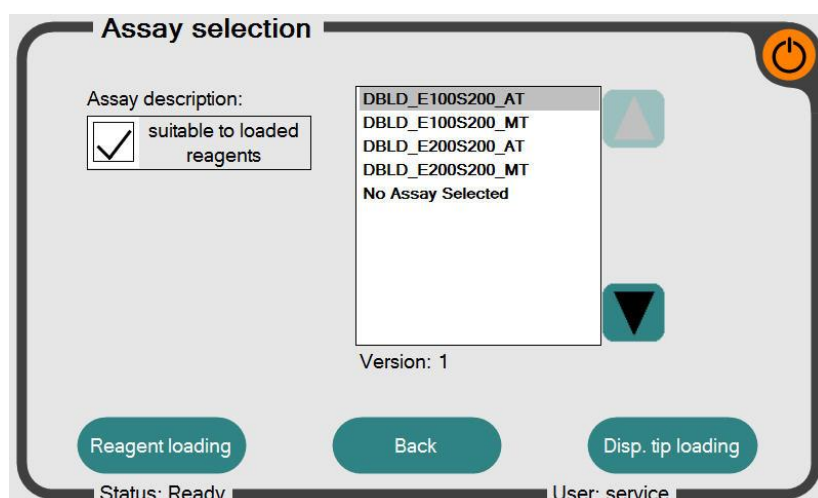

Figura 6: Ecrã "Assay Selection" do software InviGenius®
De acordo com o procedimento de preparação de amostras, selecionar um ensaio para transferência automática (AT) ou manual (MT). Certifique-se de que o campo "suitable for loaded reagents" (adequado para reagentes carregados) está selecionado (Figura 6), para que apenas arquivos de ensaio compatíveis com os reagentes carregados sejam listados. Se nenhum ensaio estiver visível na lista, pode existir um erro no carregamento dos reagentes (etiqueta de código de barras bloqueada) ou pelo menos um recipiente de reagente carregado já foi utilizado e não contém reagente suficiente para executar com o número de amostras selecionado. Caso a seleção do ensaio tenha sido bem sucedida, prossiga para "Carregamento de pontas descartáveis" ("Disposable tips loading").